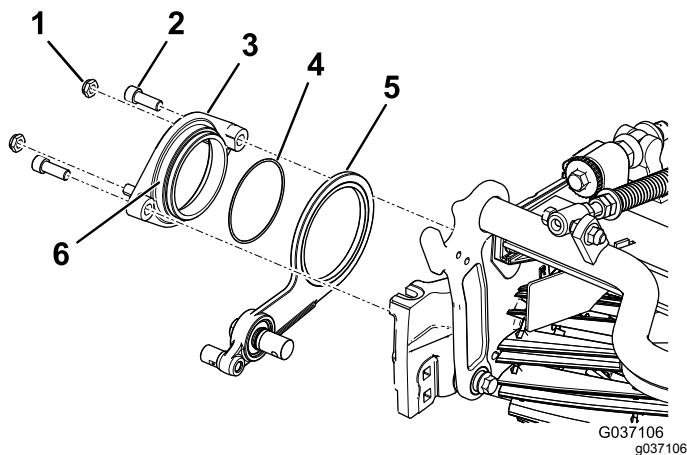

Bild 10
3. Tragen Sie Gleitmittel auf den Außendurchmesser der Drehbüchsen auf (Bild 10).
4. Befestigen Sie die Drehbüchse mit zwei Innensechskantschrauben über der Spannscheibe an der Spindel (Bild 10).
5. Befestigen Sie die zwei Sicherungsmuttern lose an der Drehbüchse (Bild 10).